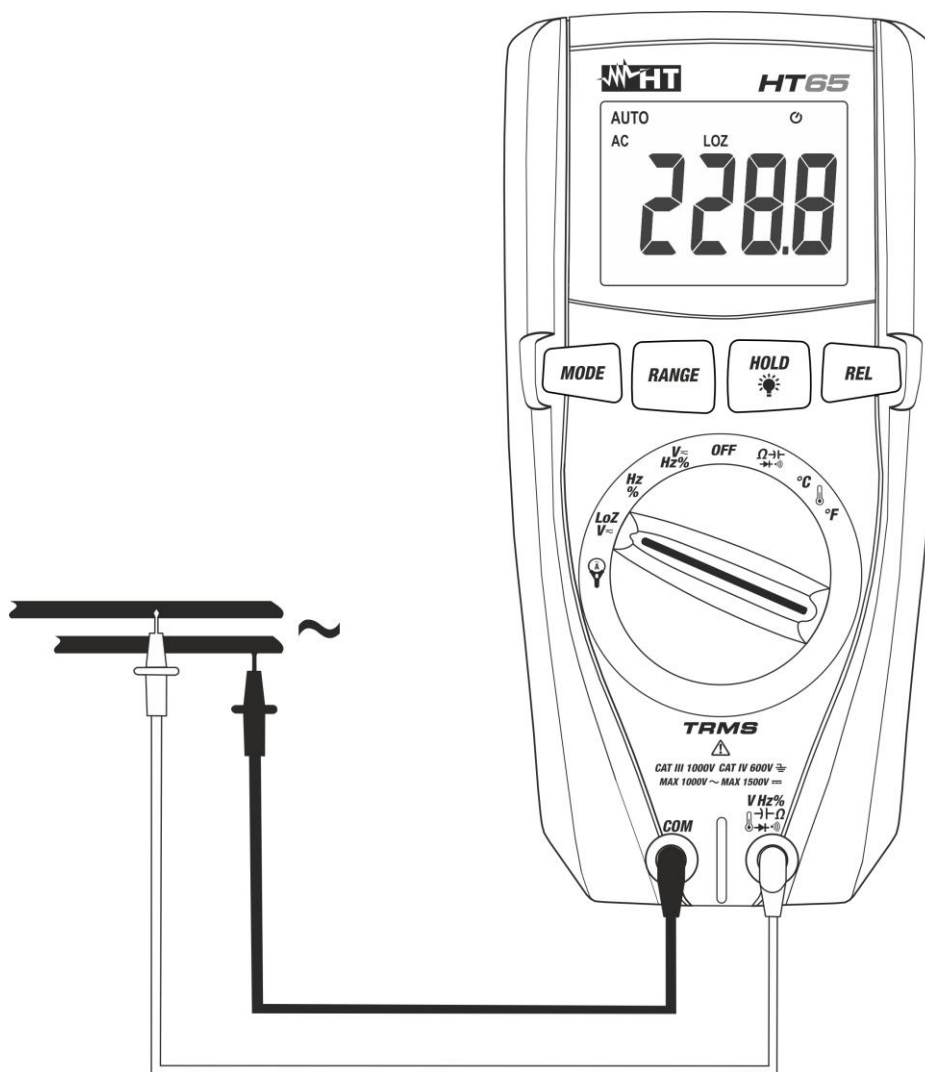

Fig. 4: Uso dello strumento per misura di Tensione AC/DC con funzione LoZ
4. Posizionare il puntale rosso ed il puntale nero rispettivamente nei punti del circuito in esame (vedere Fig.4) per misura di tensione AC oppure nei punti a potenziale positivo e negativo del